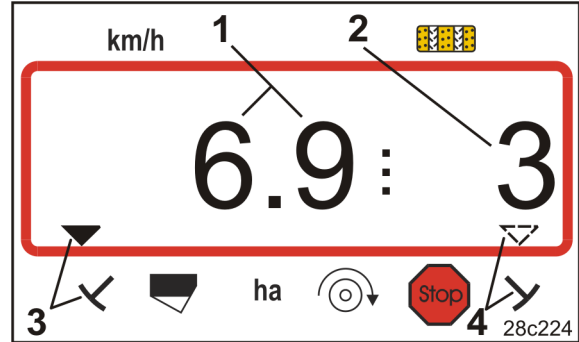

Fig. 31
- sürüş hızı (Fig. 31/1),
- sürme izi kapatma sayacının kumanda konumu (Fig. 31/2),
- sol iz bırakma disk (Fig. 31/3)
- sağ iz bırakma disk (Fig. 31/4)